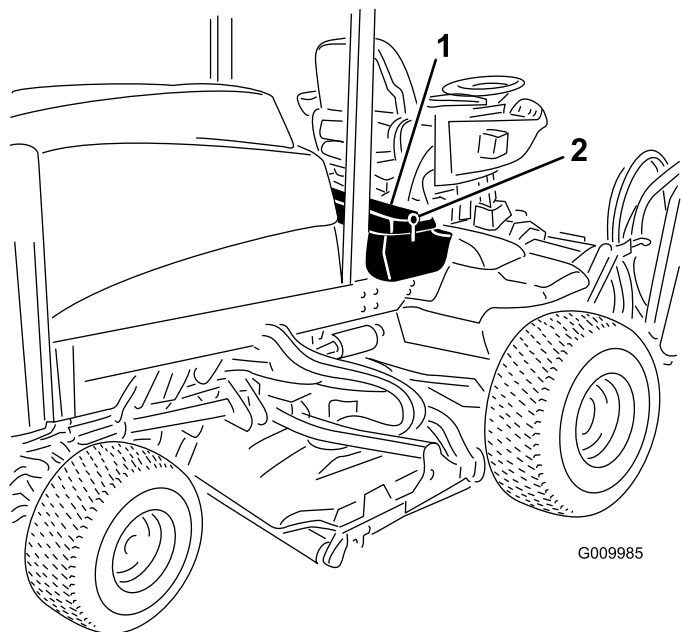

Figura 65
1. Desenganche y levante el panel de la consola del operador (Figura 65).